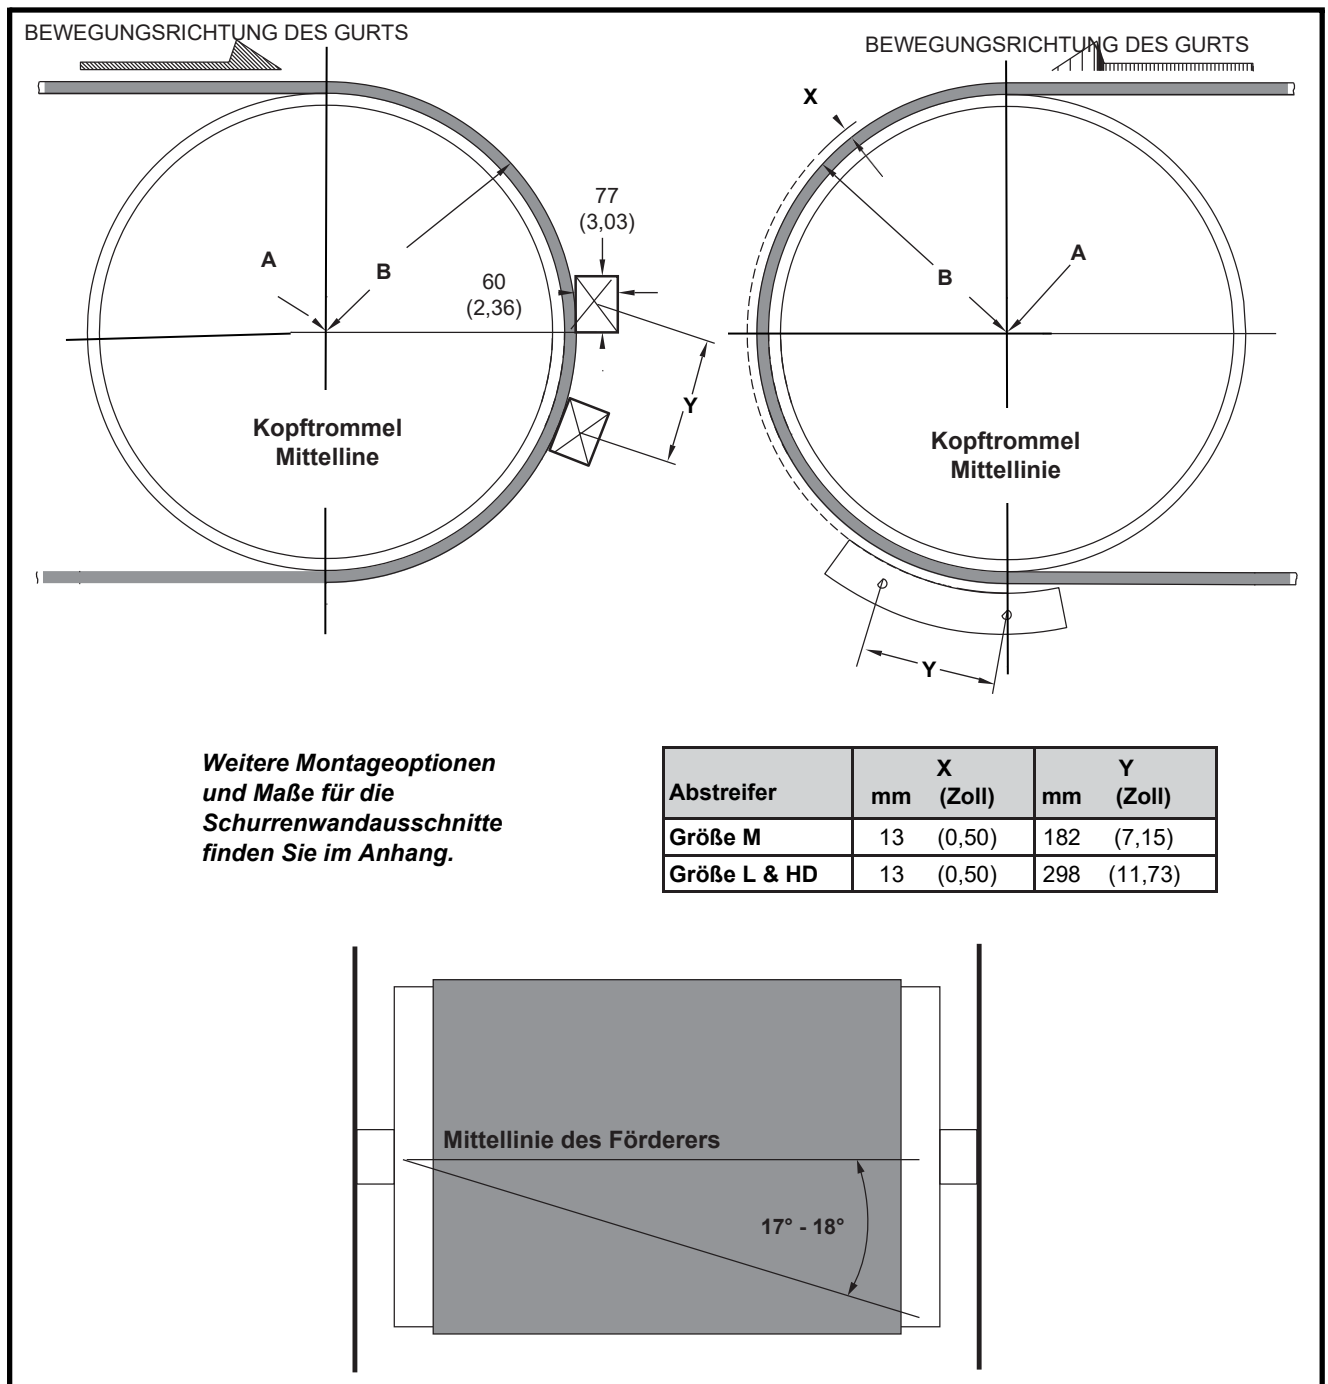

Abbildung 6: Position des Vorabstreifer & Schurrenwandausschnitte
1. Suchen Sie auf beiden Seiten der Schurre den Mittelpunkt der Kopftrommel (A).
2. Messen Sie den Radius der Kopftrommel einschließlich Ummantelung und Gurtdicke (B). Addieren Sie zu diesem Maß das Maß X aus Abbildung 6.
3. Messen Sie auf der Gegenseite der Schurre vom Mittelpunkt (A) aus den in Schritt 2 berechneten Gesamtabstand (B + X) und zeichnen Sie einen Bogen auf die Schurrenwand.
4. Zeichnen Sie auf der Bedienerseite der Schurre, ausgehend vom Mittelpunkt (A), einen Bogen mit dem Radius (B) auf die Schurrenwand.
- a) Zeichnen Sie die Mittellinie der Kopftrommel senkrecht zur Fördergurtlinie (siehe Abbildung 6). Drehen Sie die Halterung an der Unterseite so weit wie möglich nach hinten, um eine Umwicklung des Fördergurtes von mindestens 17° zu erreichen, wobei der Gurtabgangspunkt nicht überschritten werden darf (siehe Abbildungen 2 und 3).
- (1) Positionieren Sie den Festpunkt an der Schurrenwand auf der Gegenseite, wie in Abbildung 6 dargestellt (die Montage auf Basis der Mittellinie dient als Beispiel).
- (2) Markieren Sie die Positionen der Bohrung für den Festpunkt.
- (3) Bohren oder schneiden Sie zwei Löcher von 13 mm (1/2 Zoll) in die Schurrenwand auf der Gegenseite.
- (4) Befestigen Sie den Festpunkt mithilfe der Senkkopfschrauben (B) und Muttern an der Innenseite der Schurrenwand auf der Gegenseite.
- (2) Schweißen Sie den Festpunkt an der Schurrenwand fest.
- c) Positionieren Sie die Anschweißplatte (Abbildung 6). Der Rand des Ausschnitts muss tangential zum Rand des Fördergurts verlaufen. Markieren Sie den Ausschnitt an der Schurrenwand (Abbildung 6).
- d) Markieren Sie den Ausschnitt für die obere Anschweißplatte an der Schurrenwand (Abbildung 6). Das Maß Y entspricht dem Abstand zwischen den Befestigungslöchern am Festpunkt auf der Gegenseite.